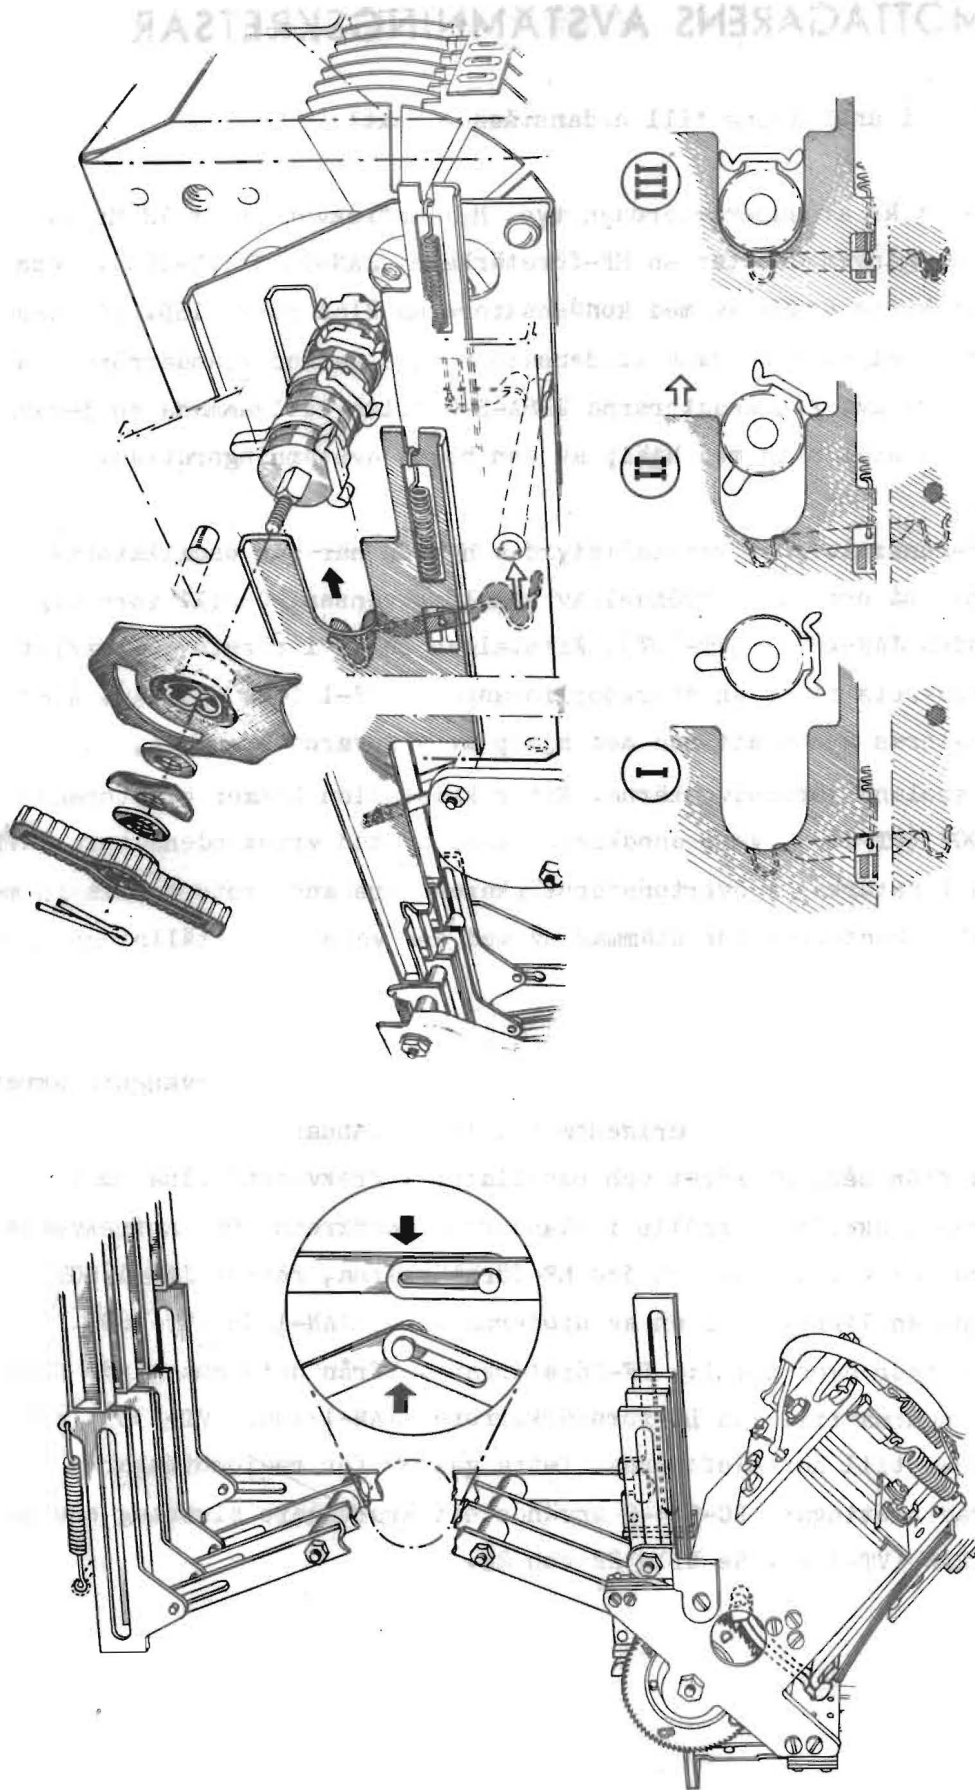

Bild 27. Frekvensväxlingsmekanismen
- Bild 27. Frekvensväxlingsmekanismen
Studera bild 27 i anslutning till nedanstående text!
Stegrelämotorn består av en elektromagnet, vars ankare påverkar en steghake. Då knappen A, B, C eller D på manöverapparaten trycks in sluts strömmen till elektromagneten. Därvid attraheras ankaret, som då för fram steghaken till ingrepp i det tändade rasterhjulet. I samma ögonblick bryts emellertid strömmen och ankaret dras tillbaka av ankarfjädern. Steghaken matar då fram rasterhjulet en kugg. Sedan sluts strömmen på nytt och hjulet roterar tills en manöverarm bryter strömmen till ankaret. Då först stannar stegrelämotorn. Det finns fyra manöverarmar, som äro placerade på  $90^\circ$  mellanrum runt omkretsen. Armarna äro förskjutna även i höjddled så att varje arm kan påverka sin lägesströmbrytare. Då hävarmarna röra sig tvinga de sändarens och mottagarens manöverslidor åt höger. Dessa skjuta i sin tur växlingsliderna i resp apparater åt höger varvid den på förhand inställda kampsparren låses. När den verksamma manöversliden skjuter växlingsliden åt höger gör den senare ingrepp i motsvarande kampsärr på kondensatoraxeln och tvingar den T-formade kampsparren att vrida sig så, att den slutligen intar det läge, som framgår av bild 27 (läge III). Lägesspärrgaffeln omsluter nu själva spärrfingret. Härigenom låses spärrkamskivan och därmed kondensatoraxeln i det inställda läget. Det finns fyra sådana anordningar, en för varje kanal.